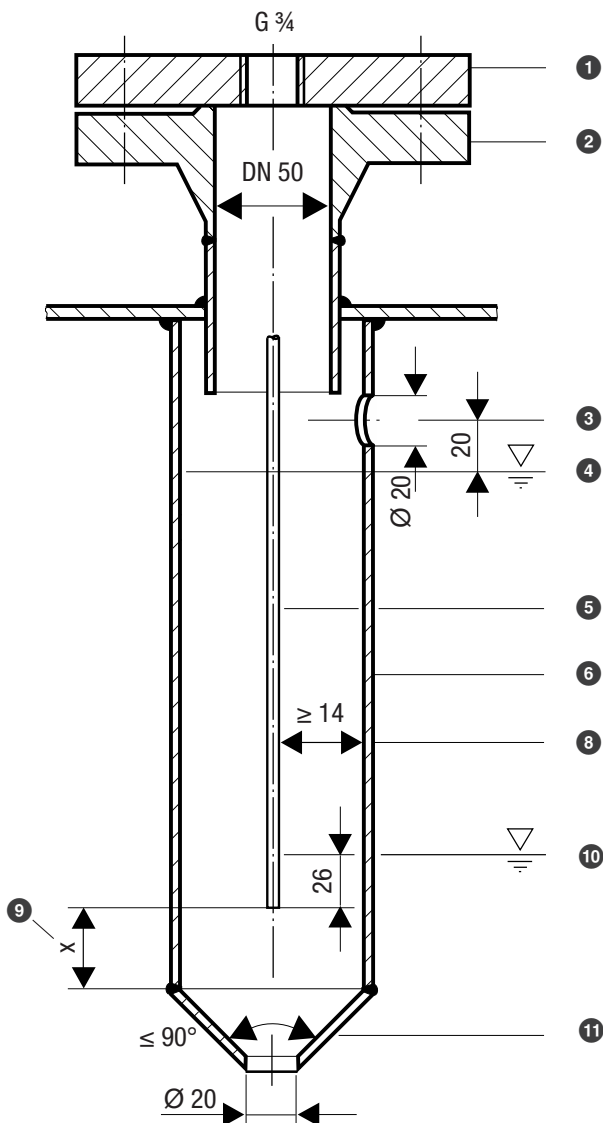
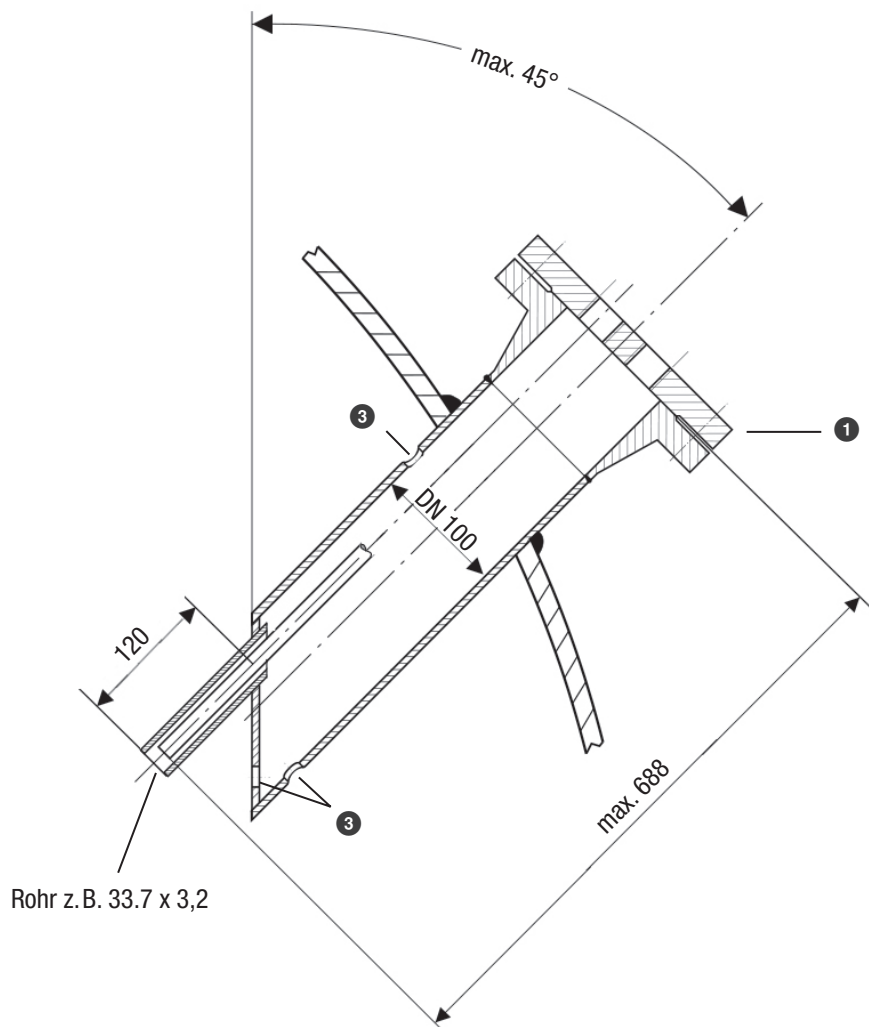

Fig. 10
Fig. 14
- Beachten Sie die Mindestabstandsmaße beim Einbau der Niveauelektrode, siehe Einbau-beispiele Fig. 10 bis Fig. 14.
Einbaubeispiel mit Maßvorgaben, siehe Fig. 10, Seite 27
Legende Fig. 10 bis Fig. 14